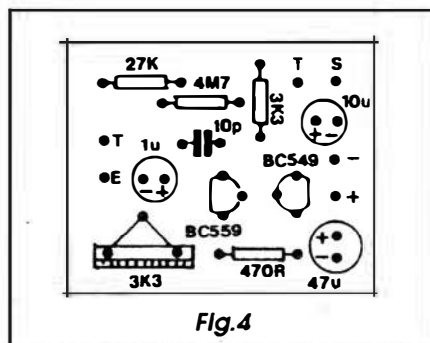

Fig.4
- FIG. 4 - CHAPEADO DA MONTAGEM - O outro lado da placa, já com todas as peças devidamente posicionadas, codificadas com suas identificações, valores, polaridades, etc., além de receberem estilizações gráficas já convencionais aqui em APE, e que são bastante claras, mesmo ao principiante... Os componentes que requerem maior atenção na inserção e
trim-pot original por um potenciômetro (linear) de 3K3, ligado à placa por fios curtos, às ilhas/furos normalmente destinadas ao dito *trim-pot* (rever FIG. 4).